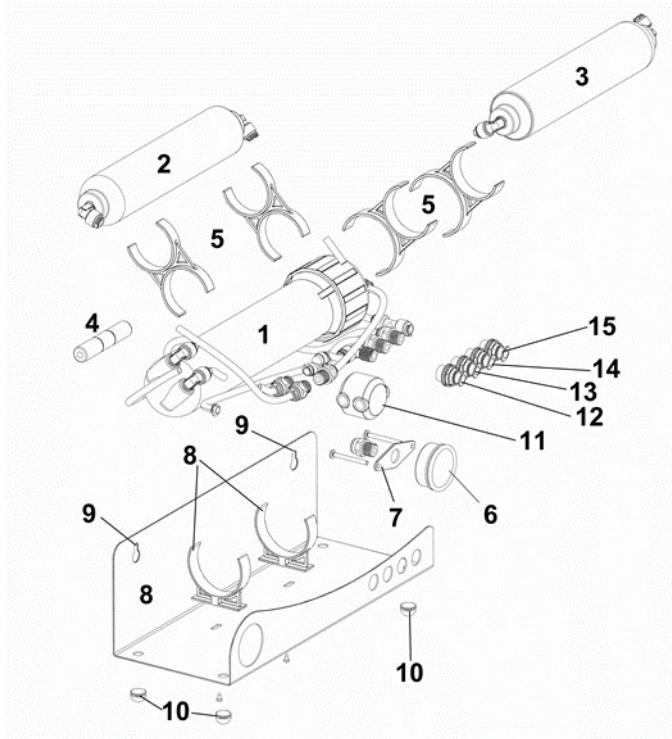

Fig. 1:
Nota: prima di mettere in funzione l'unità per la prima volta, sciacquare il filtro a carboni attivi (Fig. 1, N. 3) e quindi fissarlo all'alloggiamento della membrana!
2. Collegare il tubo dell'acqua di scarico (Fig. 1, N. 14). Utilizzando la fascetta in dotazione (Fig. 2, N. 1), il tubo dell'acqua di scarico può anche essere collegato direttamente a un tubo dell'acqua di scarico adatto. Un pozzo trivellato di ca. Devono essere preventivamente praticati 5 mm nel tubo. La guarnizione quadrata (Fig. 2, N. 2) deve essere posizionata tra il morsetto e il foro. Tuttavia, al fine di ridurre il rischio di ricontaminazione batterica, si consiglia di non collegare il tubo dell'acqua di scarico al tubo dell'acqua di scarico, ma piuttosto di farlo gocciolare nello scarico.
3. Collegare il serbatoio di accumulo per l'acqua di osmosi (Fig. 1, N. 13).
4. Un rubinetto dell'acqua per impianti ad osmosi (non compreso nella fornitura) può essere collegato alla seconda uscita dell'acqua di osmosi (Fig. 1, N. 15), a condizione che sia presente un serbatoio a pressione (non compreso nella fornitura) alla prima uscita (Fig. 1, N. 13) si trova.
La easy line professional dispone di una valvola di intercettazione (Fig. 1, N. 11) che si attiva in caso di contropressione, ad es. mediante una valvola a galleggiante di chiusura o un serbatoio a pressione di osmosi, interrompe l'alimentazione dell'acqua.